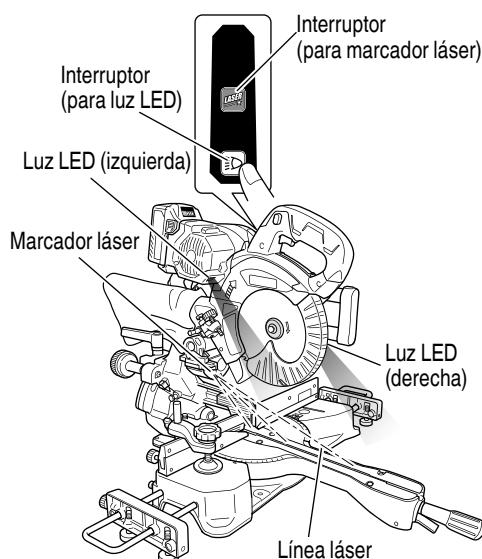

Fig. 27
#### (2) Encendido de la guía láser/luz LED (Fig. 27)